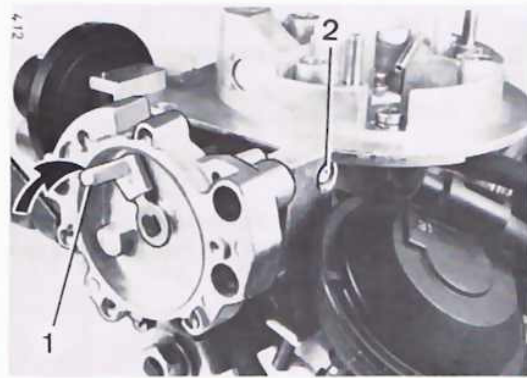

Bild 28
2.3 Pulldowndose auf Dichtheit prüfen (Bild 28, 29)
2.4 Starterklappe (Bild 28–30)